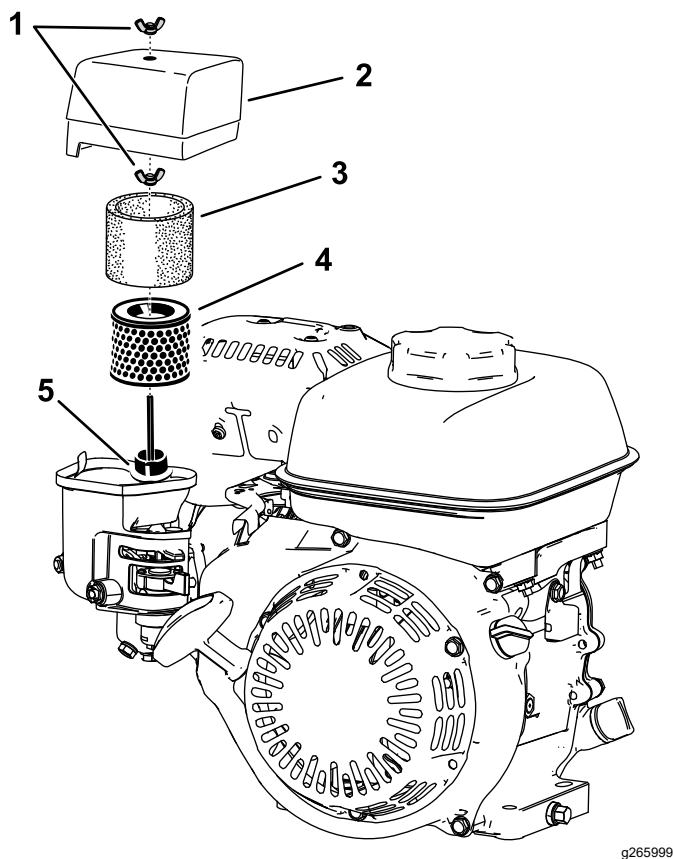

Bild 29
- Entfernen Sie die Flügelmutter, mit der die Luftfilterabdeckung befestigt ist (Bild 29).